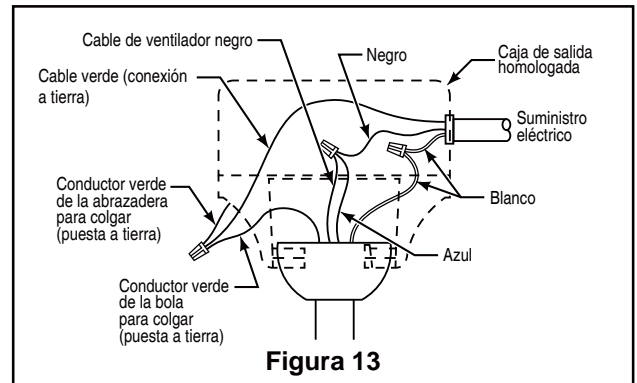

Figura 13
1. Conecte el conductor verde con conexión a tierra de la bola para colgar y el conductor verde con conexión a tierra de la abrazadera para colgar al conductor de suministro con conexión a tierra (posiblemente un conductor desnudo o un cable con aislante verde). Conecte los cables a los conectores provistos de forma segura. Conecte el conductor blanco. (Figura 13)
2. provistos de forma segura. Conecte el conductor blanco del motor del ventilador al conductor blanco (neutro) mediante el conector provisto de forma segura. Conecte el conductor negro del motor del ventilador y el conector azul al conductor negro mediante el conector provisto de forma segura. (Figura 13)